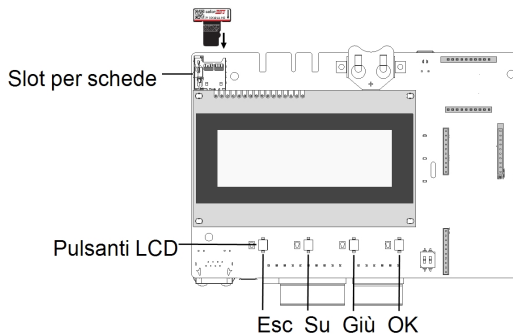

Figura 10: Scheda di comunicazione e scheda di attivazione
1. Eseguire l'accoppiamento: premere e tenere premuto il pulsante OK sullo schermo LCD dell'inverter (il più a destra sulla scheda di comunicazione; vedere *Figura 10*) per circa **10 secondi**. Viene visualizzato il seguente messaggio: